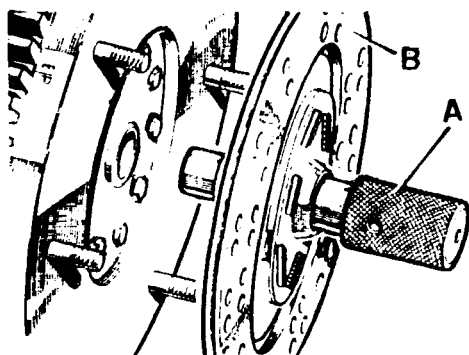

Fig. A3-80 Montaje del disco de embrague
- 2.5. Situar el disco de embrague sobre el volante con la parte más larga del núcleo central, hacia el motor y centrarlo con un útil preparado para tal efecto, A (Fig. A3-80) o bien con un trozo de eje primario.
2.9. Retirar el útil centrador, A (Fig. A3-80) y proseguir el montaje de la caja - de velocidades según Tarea C2-2 y montar el piso de la cabina (Tarea A3-5).